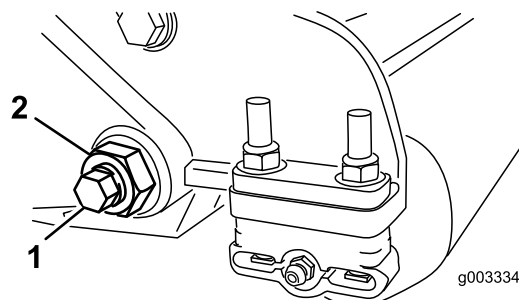
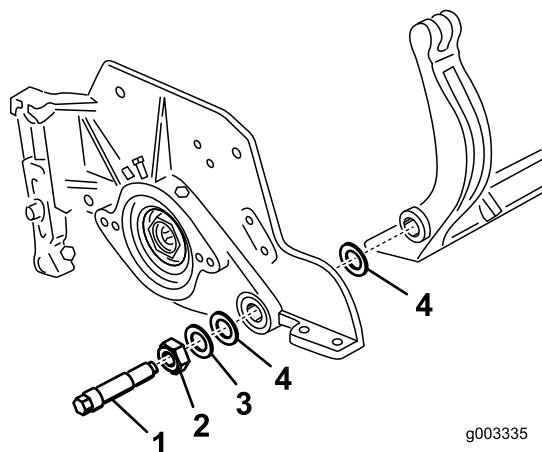

Figura 30
Figura 31
3. Su ciascun lato della macchina, allentate il dado di bloccaggio che fissa il bullone della barra di appoggio (Figura 30).
verso il basso e rimossa dal bullone della macchina (Figura 30). Considerate 2 rondelle in nylon e 1 rondella in acciaio stampato su ciascun lato della barra di appoggio (Figura 31).
2. Fissate la barra di appoggio su ciascuna piastra laterale mediante gli appositi bulloni (dadi sui bulloni) e 6 rondelle. Una rondella in nylon deve essere posizionata su ciascun lato della flangia di estremità della piastra laterale. Posizionate una rondella in acciaio all'esterno di ciascuna rondella in nylon (Figura 31). Serrate i bulloni della barra di appoggio ad una coppia di 37–45 Nm. Serrate i dadi di bloccaggio finché la rondella in acciaio esterna non cesserà di ruotare e il gioco di estremità verrà eliminato, ma non serrate eccessivamente o non deviate le piastre laterali. Le rondelle all'interno possono avere un gioco.